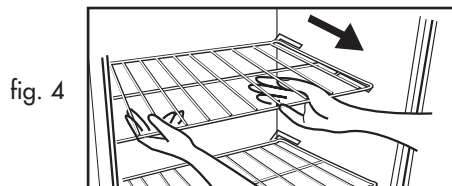

fig. 4
### Estantes Interiores del Freezer (fig. 4)
1. Gentilmente levante el estante y deslice hacia usted hasta retirarlo completamente. (ver fig 4 )